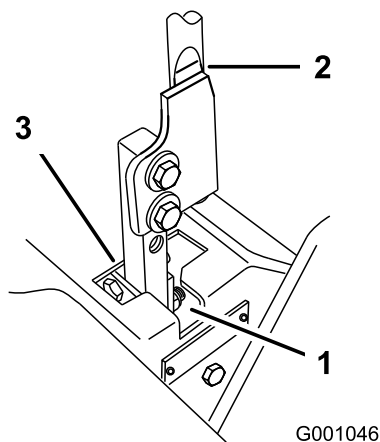

Figura 66
5. Mettete la leva in folle, senza bloccarla (Figura 66).
6. Tirate indietro la leva finché il perno con testa (sul braccio sottostante l'albero di articolazione) non tocca l'estremità della tacca (inizia a premere sulla molla) (Figura 66).
7. Controllate dove la leva di comando corrisponde alla tacca nella console (Figura 66). Dev'essere al centro e consentire lo spostamento della leva verso l'esterno, in posizione di BLOCCO IN FOLLE.